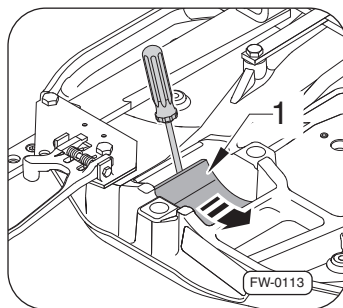

Fig. 39 · Remplacer le palier
2. Extraire les garnitures de paliers ⇒ Fig. 39, –flèche 1– de la poche de palier en faisant lever avec un tournevis.